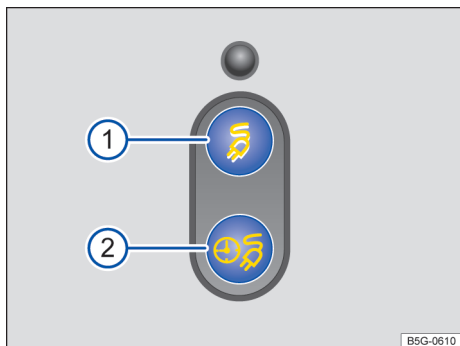

Fig. 164 Atrás da tampa do carregamento da bateria: botão de carregamento imediato ① e botão do carregamento posterior ②.
O processo de carregamento começa assim que o cabo de carregamento estiver conectado. A bateria de alta tensão é carregada completamente. O botão de carregamento imediato  → Fig. 164 ① se acende.
Quando o cabo de carregamento for conectado, acende-se o símbolo no botão  → Fig. 164 ② do “carregamento posterior”. O temporizador de carre-